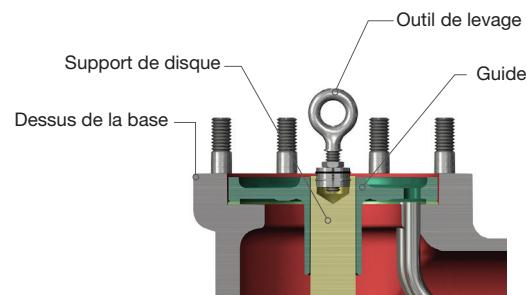

Figure 14 : Leviers pour les orifices de soupape M à U
- Utiliser un tournevis pour comprimer la bague d'arrêt (16).
- Retirer l'axe (15).
- Insérer l'outil de levage (voir la Figure 14) dans la poche de l'axe du porte-disque et serrer le boulon à œillet.
- Retirer le porte-disque (8) et le disque (6), en soulevant l'outil de levage.
- Utiliser les anneaux de levage pour soulever le porte-disque (8) et enlever toutes éléments internes (voir la Figure 14).